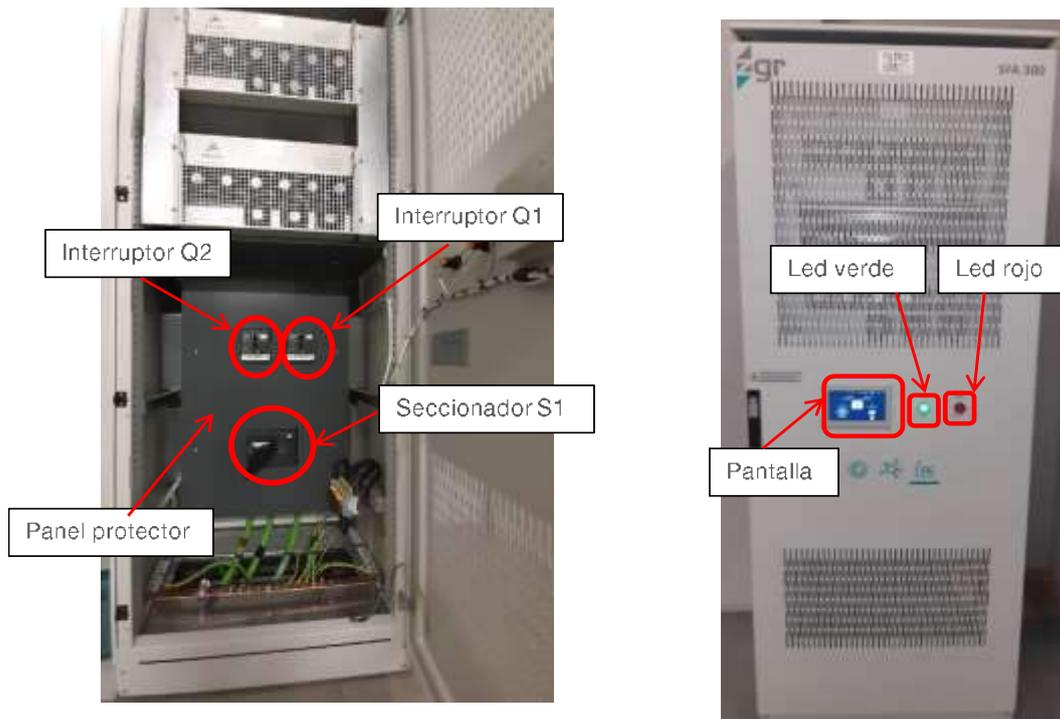

Fig. 3-15 Frontal del Filtro Activo
3. Cerrar el seccionador principal S1 del Filtro Activo (Fig. 3-15).
4. Cerrar los interruptores individuales Q1 y Q2 de cada módulo del Filtro Activo (Fig. 3-15).
5. El panel de control de la puerta mostrará la pantalla de inicio (Fig. 3-15). Si el LED verde parpadea, indica que el sistema está listo para ser arrancado. En este caso comprobar en la pantalla que los valores de corrientes/tensiones/armónicos en lado de Red y Carga son coherentes a la realidad. Si hay algún problema el LED indicador de alarma rojo se encenderá y el LED indicador de funcionamiento verde se apagará, y el sistema no se podrá iniciarse.